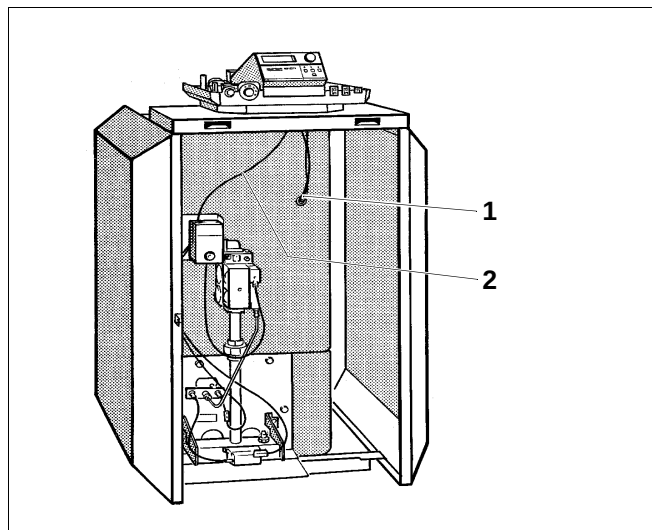

Fig. 18 Avant de la chaudière
- Insérer les tubes capillaires de la sonde de température, et dans le cas d'une régulation "Logamatic", le câble de la sonde de l'eau de chaudière sous le couvercle avant, vers l'avant, jusqu'au point de mesure (fig. 18, **pos. 1**). Ne dérouler que la longueur nécessaire.
- Mener le câble du brûleur (fig. 18, **pos. 2**) et, pour le modèle Logano G124 V aussi le câble de raccordement du circulateur sous le capot avant vers l'arrière, jusqu'au côté de raccordement de l'appareil de régulation.
Légende pour fig. 18